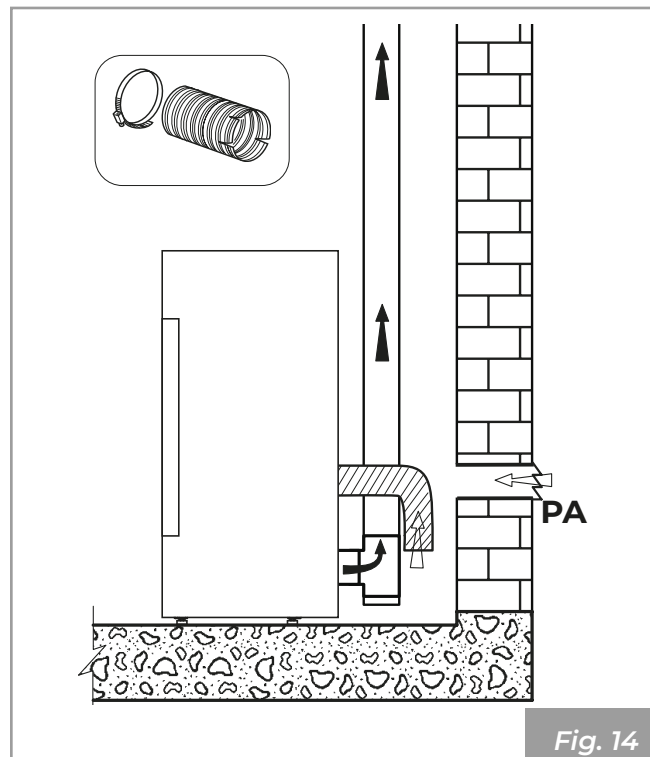

Fig. 14
- provenire dall'ambiente di installazione o da adeguati locali attigui (**Fig. 14**)
Realizzare la presa d'aria sulla parete (**Fig. 14 - PA = Presa d'Aria**), e lasciare che l'apparecchio sia libero di prelevare aria in ambiente avendo cura di collegare sul tubo di ingresso dell'aria il tratto di tubo corrugato, qualora venga fornito, fissandolo con la fascetta e piegandolo leggermente verso il basso al fine di prevenire eventuali effetti di risonanza.